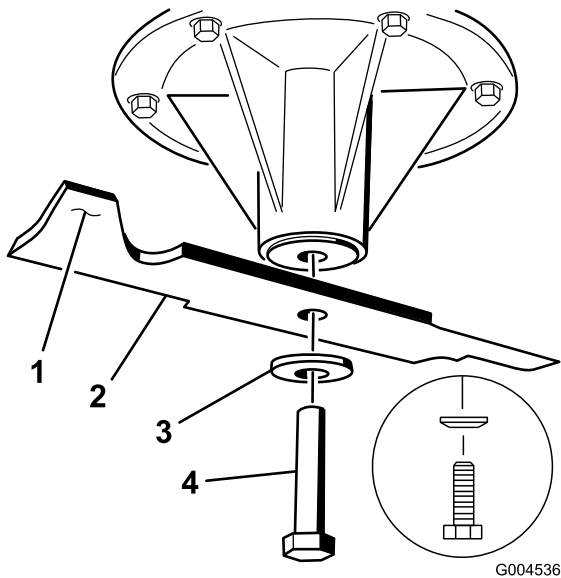

Figura 81
2. Retire del eje el perno de la cuchilla, la arandela curva y la cuchilla (Figura 81).
3. Si la cuchilla no está equilibrada, rebaje algo del metal en la parte de la vela solamente con una lima (Figura 81).